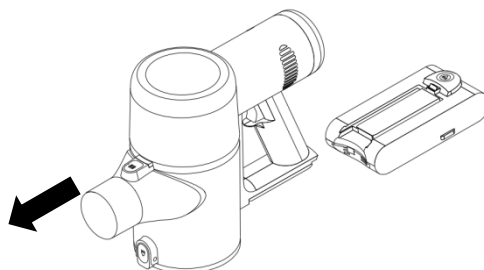

Figura 1
1. Așezați bateria de-a lungul jgheabului de deasupra unității principale pentru a vă asigura că este instalată la locul ei. Este posibil să auziți un clic atunci când este poziționată corect. (Figura 1).